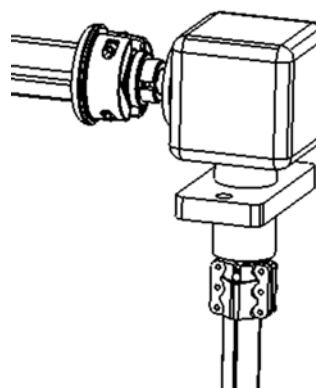

Fig. 11 Montagem da caixa de engrenagens cónicas
7.2 Instalação da caixa de engrenagens cónicas (Fig. 11)